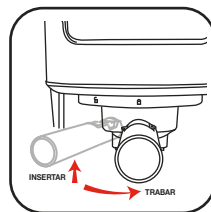

Figura 1
3. Seleccione uno de los filtros y colóquelo en el portafiltro. Coloque el portafiltro en el cabezal de extracción, y asegúrese de que quede correctamente fijado (figura 1).